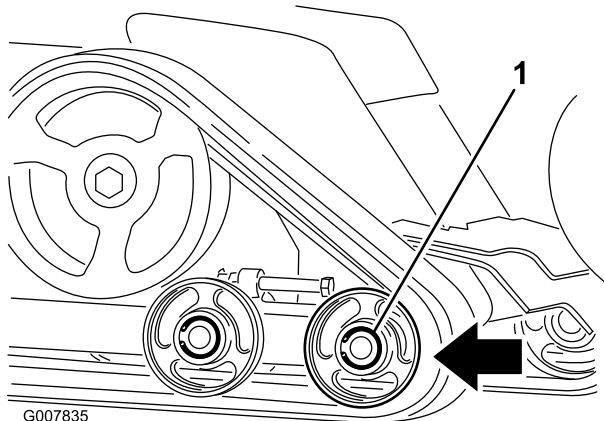

Figure 48
6. Poussez le galet de roulement avant vers l'arrière aussi loin que possible (Figure 48).
8. Lorsque la chenille est déchaussée, déposez-la de la machine (Figure 48).
9. Pour installer la chenille neuve, commencez par l'enrouler autour du barbotin, en veillant à ce que les crampons s'engagent correctement entre les entretoises du barbotin (Figure 48).
10. Poussez la chenille sous et entre les galets de roulement arrière et central (Figure 48).